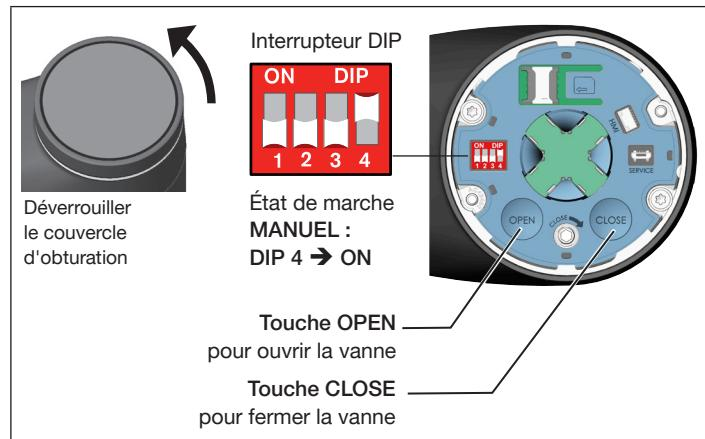

Fig. 34 : Actionner la vanne avec la commande électrique
- Placer l'interrupteur DIP 4 sur ON. L'appareil se trouve désormais en état de marche MANUEL (voir « Fig. 34 »).